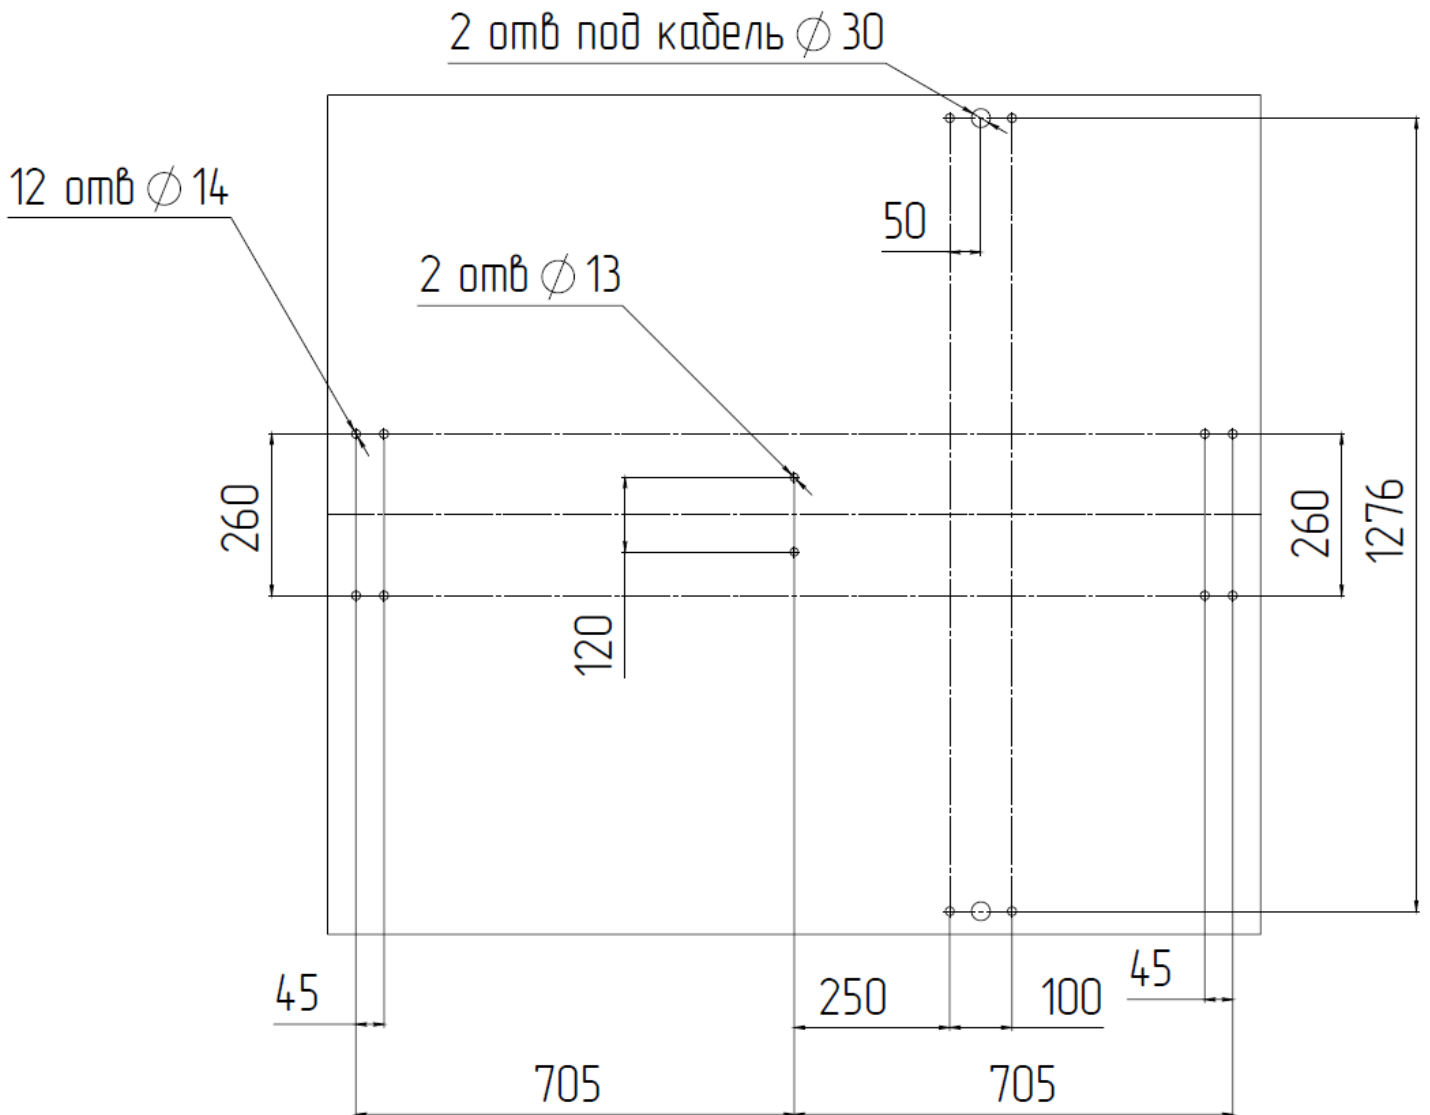

Рисунок 4 – Шаблон для установки турникета
4.2.4 Рисунок 4 – по установочным размерам, подготовьте отверстия диаметром 14 мм в полу под анкеры крепления стойки турникета глубиной 80 мм. Шаблон для установки турникетов с индексом Double pass указан в приложении Г.